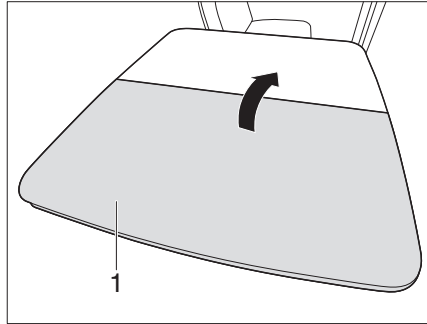

Fig. 113 Plegar la mesa plegable
- Plegar la mitad de la mesa (Fig. 113,1).